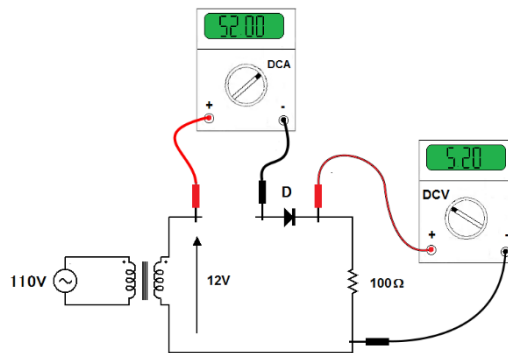

Figura 2.9 – Medindo a tensão média (contínua) na carga e a corrente contínua na carga e no diodo
Qual a indicação dos instrumentos (CC) na Figura 2.9? Dimensionar o diodo.